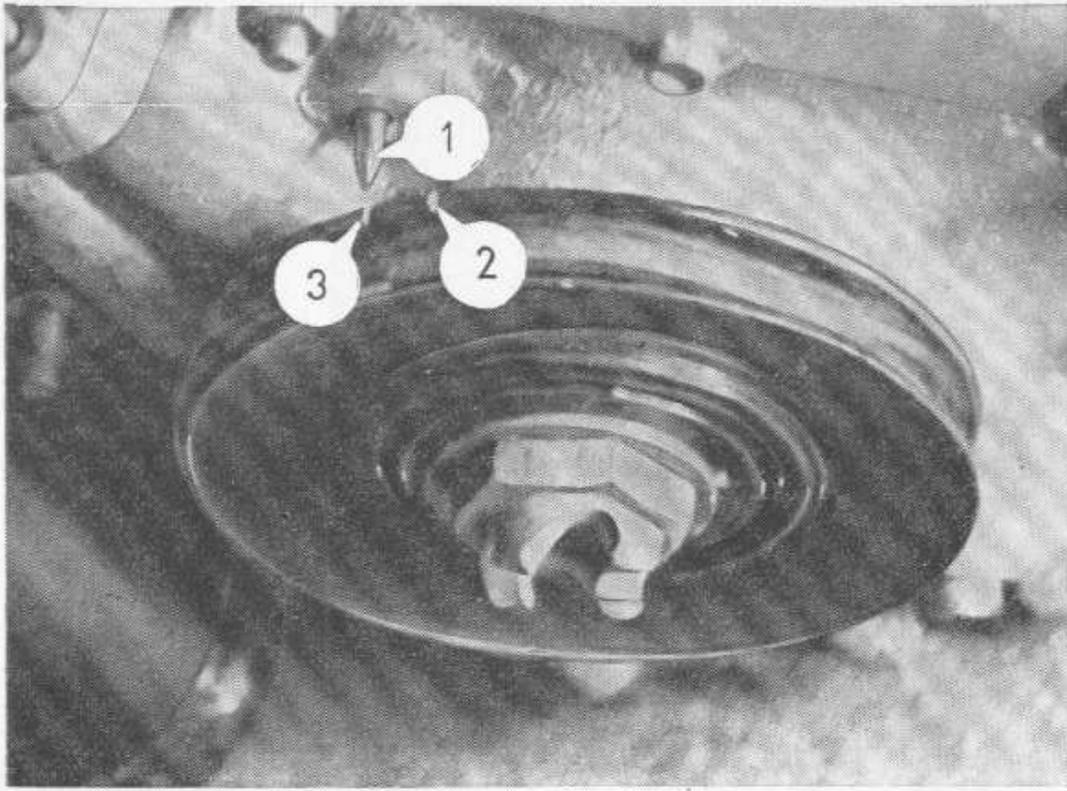

Abb. 2-2
- Motor mit Andrehkurbel in die Grundstellung Zündtotpunkt (OT) 1. Zylinder bringen (Abb. 2-2 und Abb. 2-3)